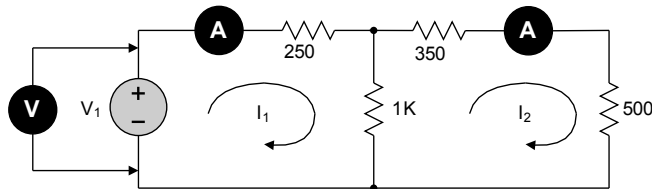

Figura 3.4.
2. Resuelva el circuito de la figura 3.4 por el método de mallas. Encuentre los valores de I_1 e I_2 , además de la corriente en la rama compartida entre las mallas ($I_1 - I_2$) en sentido descendente. Registre los resultados en la tabla 3.2 (TEÓRICO).
4. Realice la simulación del circuito de la figura 3.4. Encuentre los valores de corrientes de mallas. Registre los resultados en la tabla 3.2 (SIMULACIÓN). Adjunte las hojas de simulación (impresas) al Pre-informe.
7. Conecte el circuito mostrado en la figura 3.4. Garantice que la polaridad de los amperímetros miden las corrientes de malla en el sentido indicado en la figura.